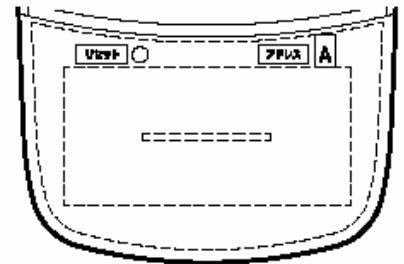
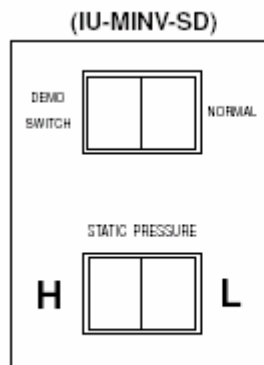

Fig. 33
Fig. 34a
- (1) Otez les piles puis positionner le curseur de la seconde télécommande sur B. (Figure 33)
- (2) Remettre les piles et appuyez sur le bouton « reset » pour initialiser la télécommande.
- (3) sur la seconde unité intérieure positionner le curseur sur « DEMO » (Figure 34a)
- (4) Pressez le bouton Start/stop de la seconde télécommande et contrôlez le « bip » signalant que la seconde unité ait reçu le signal.